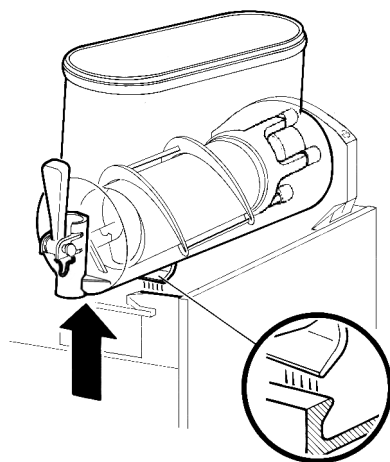
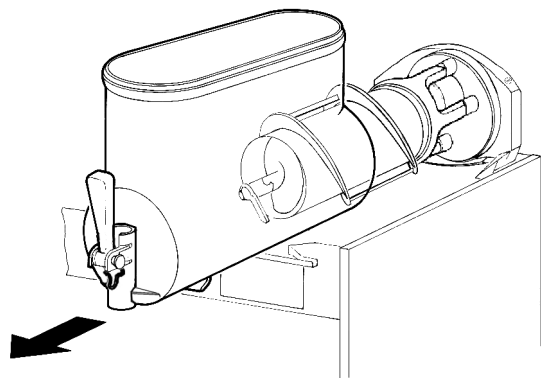

figura 5
figura 6
- 2 Smontare il contenitore spingendone leggermente la parte inferiore (lato rubinetto) verso l'alto per liberarne gli agganci inferiori (vedere figura 5) e sfilandolo successivamente dal davanti (vedere figura 6).